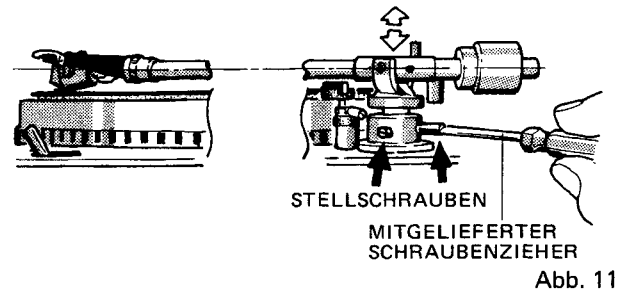

Abb. 11
3. Stützen Sie den Tonarm mit der Hand und verwenden Sie den mitgelieferten Schraubenzieher, um die beiden Stellschrauben des Tonarmständers zu lösen. Verschieben Sie den Tonarmständer, um diesen so einzustellen, daß der Tonarm parallel zur Schallplatte ist. Ziehen Sie dann die Stellschrauben fest an (Abb. 11).